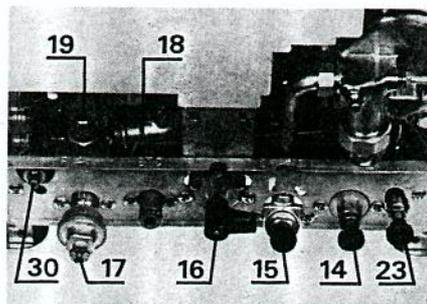

Fig. 9
12) Dégazeur avec purge manuelle, placé en amont de la pompe. La chasse de l'air emprisonné dans le dégazeur se fait en agissant sur la vis de purge et le robinet de purge situé sur la plaque de robinetterie (30) (fig. 9).